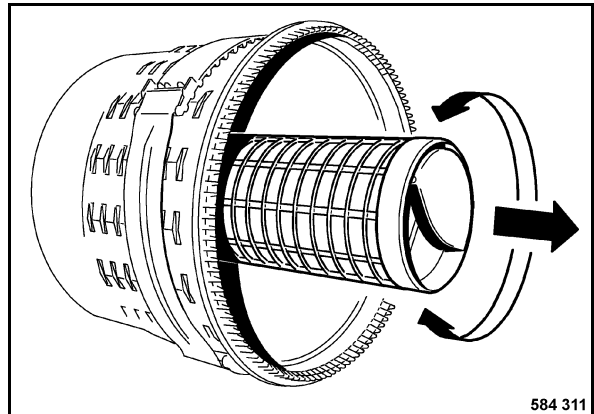

Fig. 179
- Extraer el elemento de seguridad con ligeros movimientos giratorios (Fig. 179).